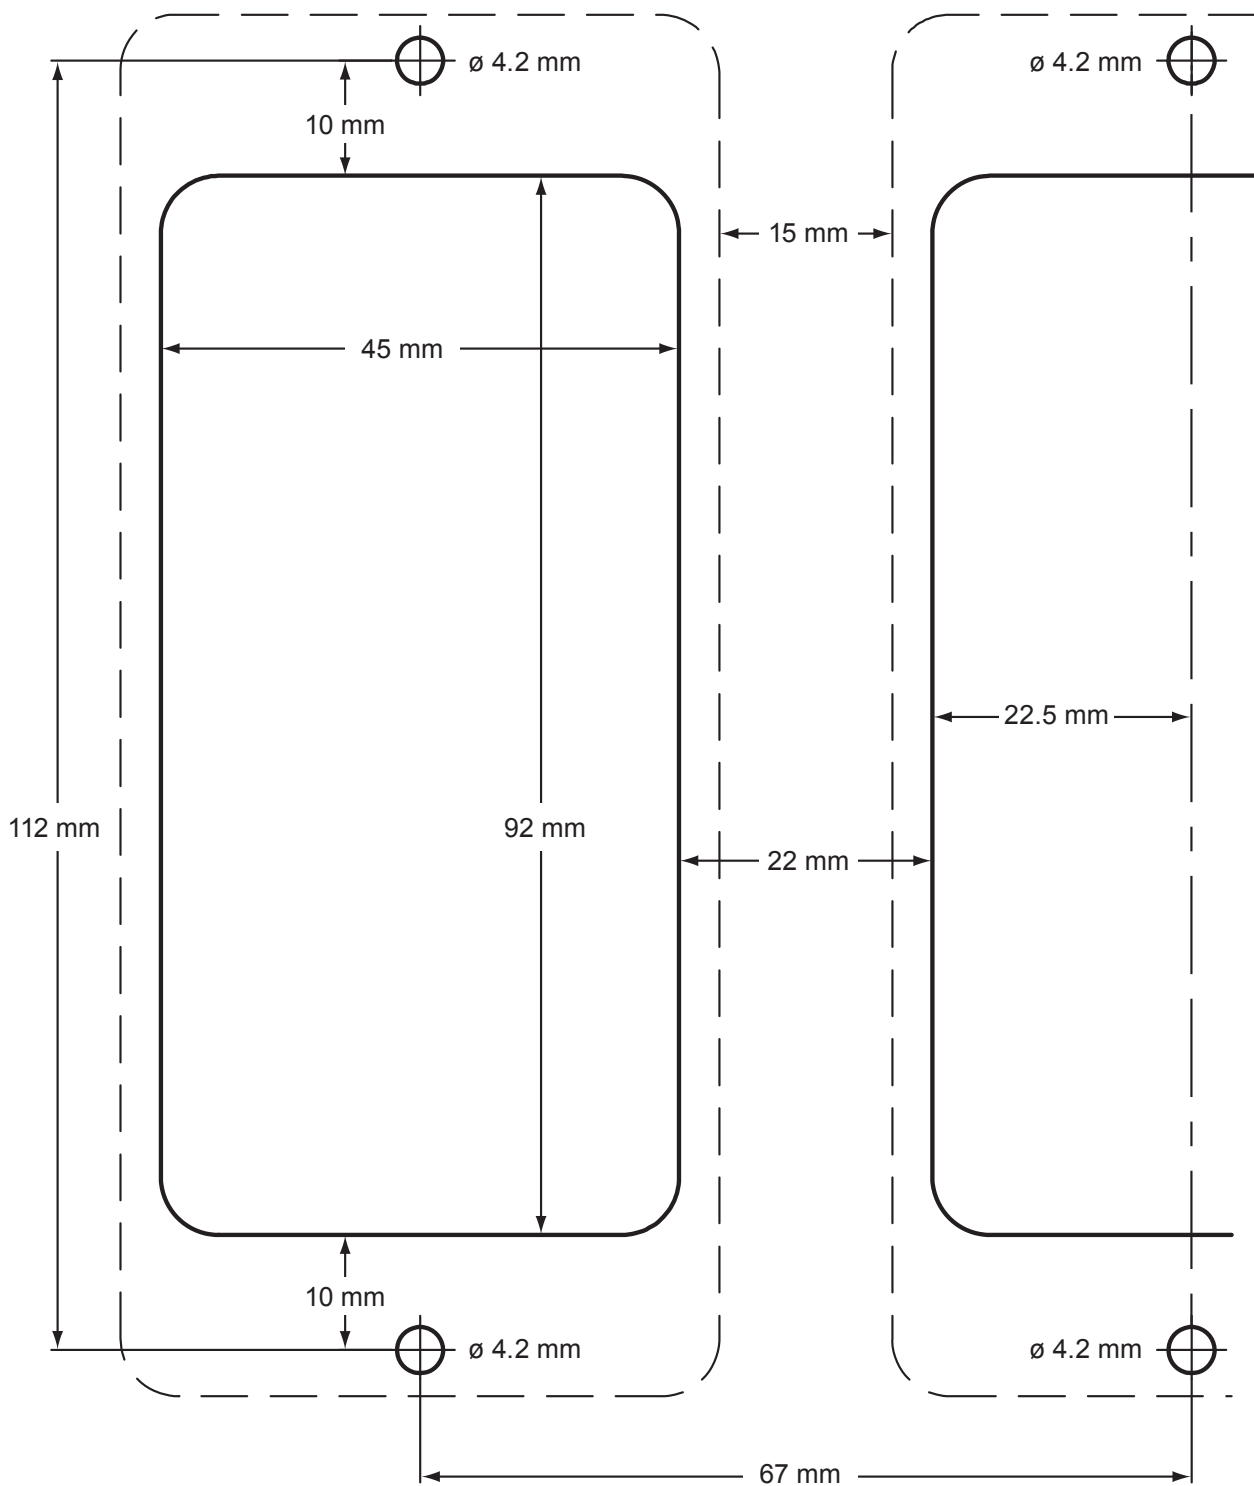

Fig. 11 Schéma de découpe
- Percer des trous dans la plaque du châssis comme montré sur la Fig. 11.
- Découper le panneau aux dimensions données sur la Fig. 11. Percer les trous de vis dans le panneau comme indiqué sur la Fig. 11.